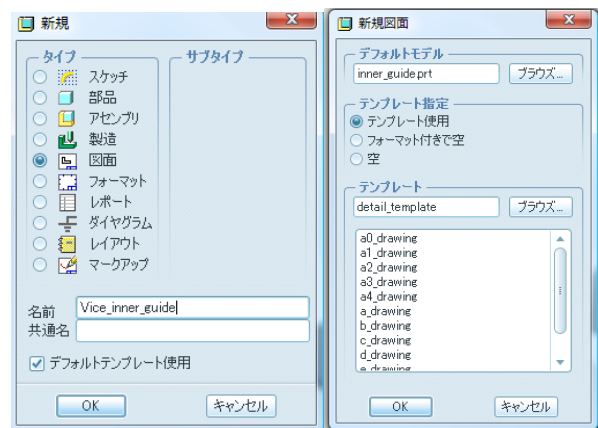

図 10-54 新規ファイル 図 10-55 新規図面設定
1) ツール ファイルの新規作成をクリックしてタイプを「図面」、名前を「VICE_INNER_GUIDE」とする。デフォルト テンプレートにチェックあり、OK する (図 10-54)。新規図面設定ボックスに、デフォルトモデルとして、ブラウザタブをクリックして部品ファイルの「vice_inner_guide.prt」を指定する。また、テンプレートはブラウザ タブをクリックし、作成した「detail_template.drw」を選択する (図 10-55)。OK をする。